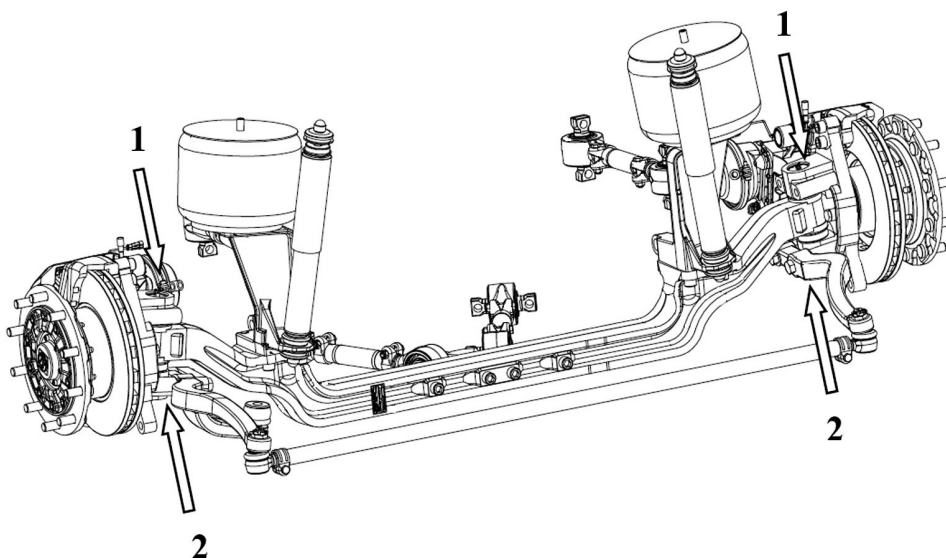

Рисунок 4.6.1 – Точки смазки передней оси
Смазку подшипников шкворней проводить при каждом ТО, но не реже одного раза в год. Смазку проводить через масленки 1 и 2 (рис. 4.6.1) до появления свежей смазки из зазоров.
Передние колеса автобуса крепятся на колесно-ступичных узлах (рис. 4.6.1а), которые установлены на шкворнях 22, установленных с натягом в отверстия рычагов передней оси 18. Поворотный кулак 7 установлен на игольчатых подшипниках 12, которые защищены со стороны балки передней оси уплотнительными кольцами 14, установ-
- снять крышку 30 (рис. 4.6.1а) с прокладкой;